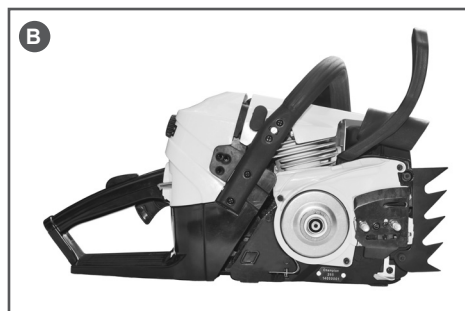

Рис. 3 Снятие крышки шины
1. Перед установкой шины и цепи убедитесь в том, что тормоз цепи находится в расторможенном положении. Для этого рукоятку тормоза (1) Рис.3А потяните на себя до щелчка.
2. Открутите гайки (2) и снимите крышку шины (Рис. 3В).